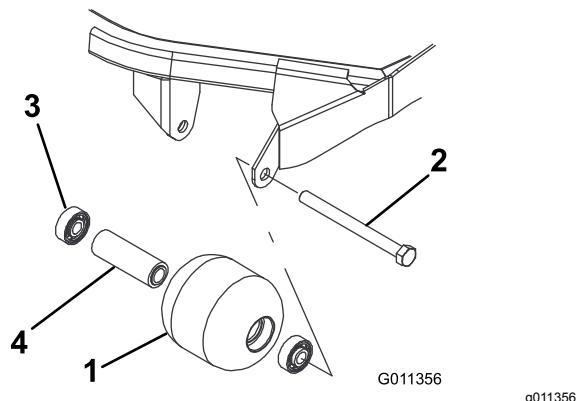

Figura 88
1. Retire o parafuso de montagem do rolo (Figura 88).
4. Verifique se a estrutura dos rolamentos, os rolamentos e o espaçador de rolamentos estão danificados (Figura 88). Substitua os componentes danificados e volte a montar.
1. Introduza o primeiro rolamento na estrutura do rolo (Figura 88). Empurre só a calha externa
2. Coloque o espaçador (Figura 88)
3. Introduza o segundo rolamento na estrutura do rolo (Figura 88) exercendo o mesmo tipo de pressão nas calhas interna e externa até a calha interna entrar em contacto com o espaçador.